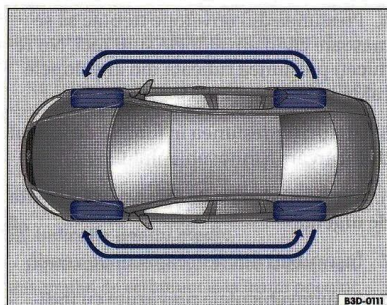

Fig. 21 Schema pentru schimbarea roților.
- După schimbarea roților ⇒ pagina 64, fig. 21²⁸⁾, indicatorul presiunii din pneuri trebuie reactualizat. ◀
În cazul uzurii puternice a pneurilor roților din față se recomandă, schimbarea roților din față cu cele din spate, conform schemei ⇒ pagina 64, fig. 21". Astfel se asigură o durată de viață relativ egală a tuturor celor patru pneuri.